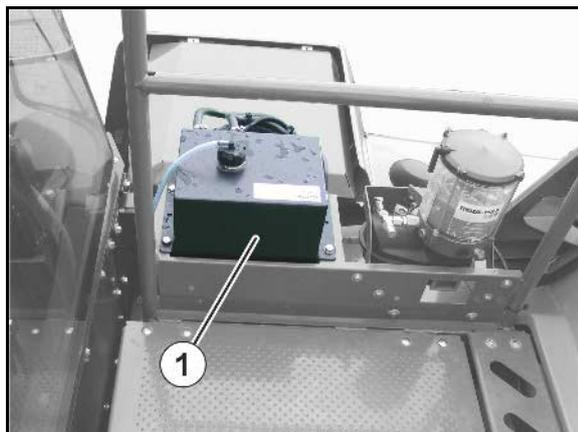

Fig. 171
1. Placer le bac de récupération sous la vis d'obturation (Fig. 171/1).